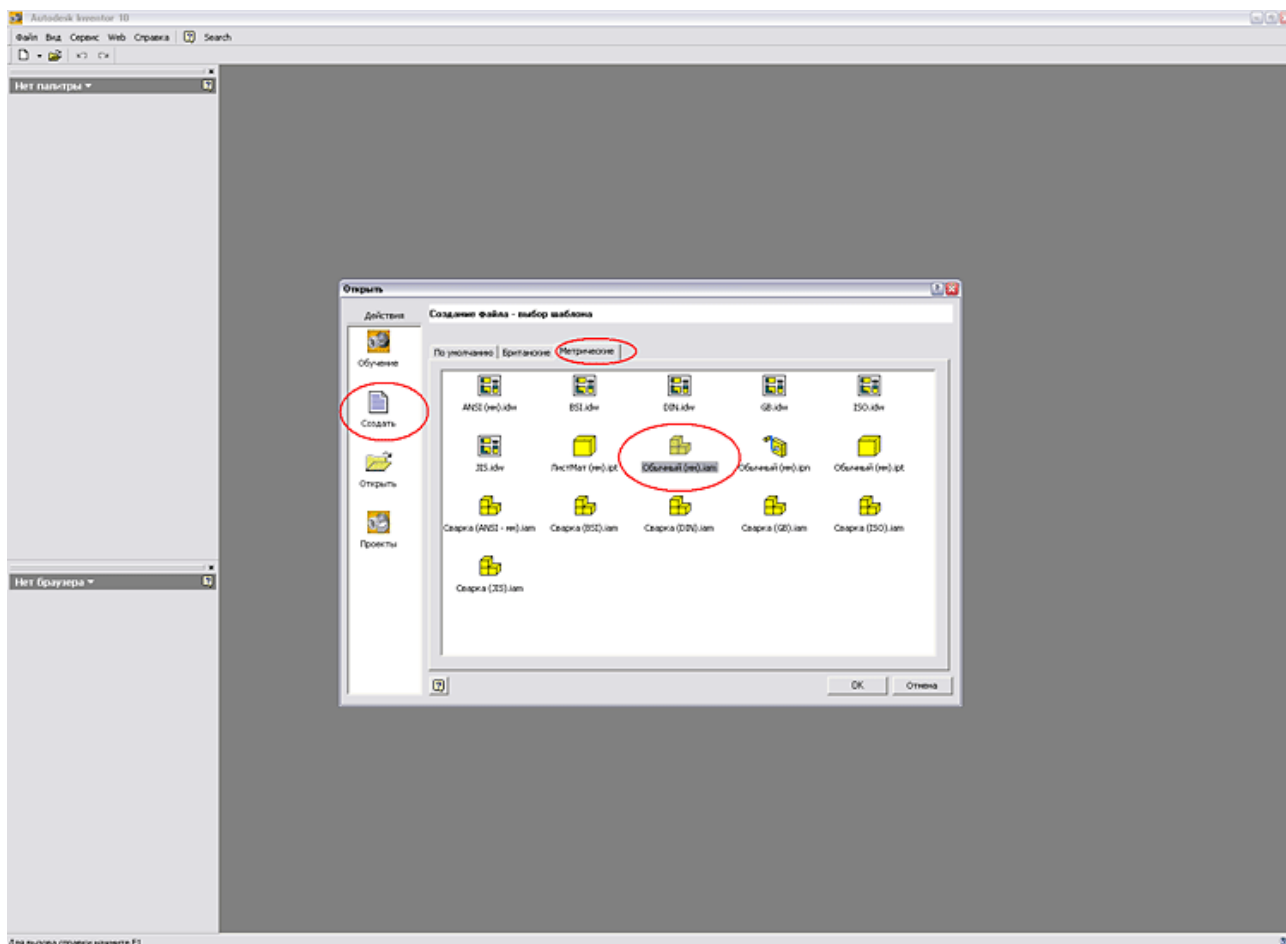

Рис. 1
1. Для начала создаем файл сборки изделия (*.iam). Для этого выбираем в меню «Файл» команду «Создать». В открывшемся окне выбираем закладку «Метрические» и шаблон «Обычный (мм).iam» и нажимаем на кнопку «ОК» (см. Рисунок 1).